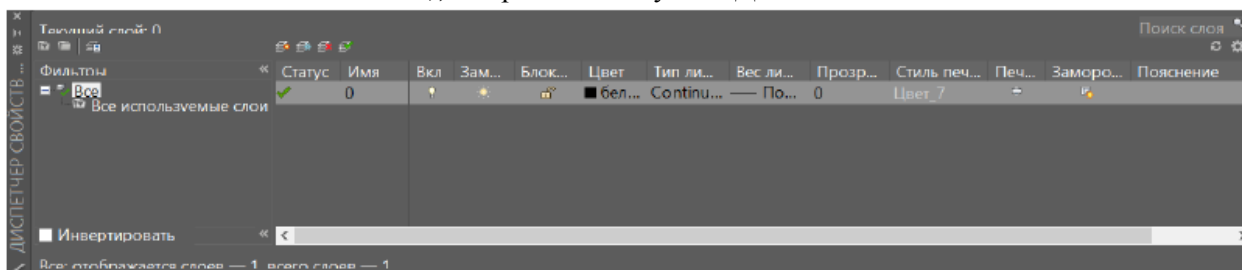

Рис.2
4. Создать слой. Открыть диалоговое окно Диспетчер свойств слоев, рис.2 (Лента: вкладка